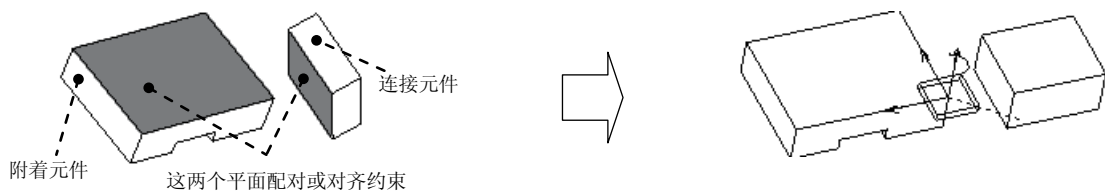

图 12.2.5 平面 (Planar) 接头
平面接头如图 12.2.5 所示，在这种类型的接头中，连接元件既可以在一个平面内相对于附着元件移动，也可以绕着垂直于该平面的轴线相对于附着元件转动。
Step3. 创建平面接头。在约束集选项列表选取  **平面** 选项, 单击操控板菜单中的 **放置** 按钮, 分别选取图 12.2.5 中的两个表面。